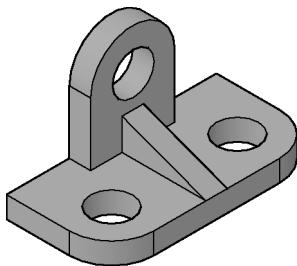

图 14-21 “概念” 样式示例
1) 选择“视觉样式”控件→“概念”命令，视图样式如图 14-21 所示。